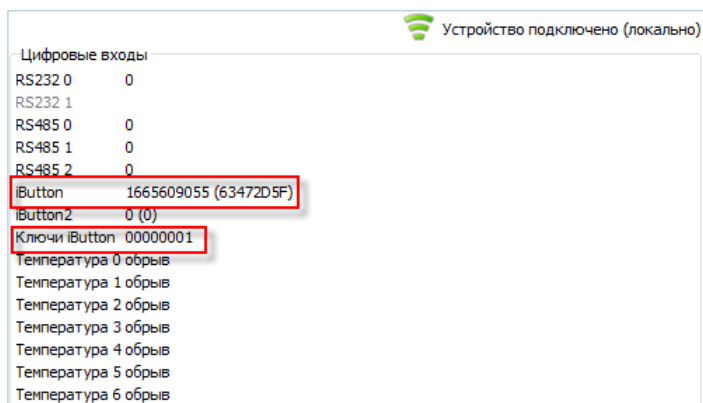

Рисунок 10. Вид поля «Ключи iButton» при прикладывании доверенного ИК
6. При прикладывании ИК с одним из заданных идентификаторов, в поле «Ключи iButton» на вкладке «Устройство» будет установлен соответствующий бит (Рис. 10).